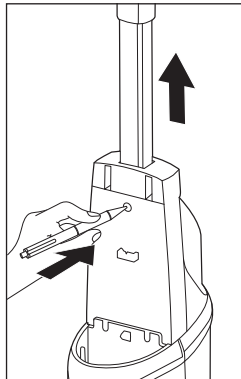

Abb. 2
- ▶ Wenn Sie das Handteil **1** vom Gerät abmontieren möchten, müssen Sie zuerst den Frischwasserbehälter **11** entfernen (siehe Kapitel **Frischwasserbehälter auffüllen**). Wenn Sie den Frischwasserbehälter **11** entfernt haben, drücken Sie die Einrastung des Handteils **1** mit einem spitzen Gegenstand aus der Einrastöffnung. Anschließend können Sie das Handteil **1** wieder aus dem Gerät ziehen (siehe Abb. 2).